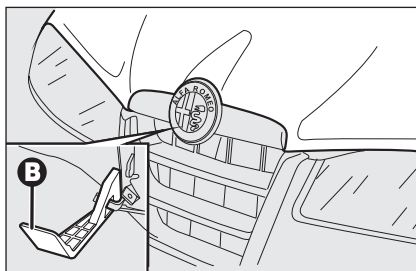

fig. 99
- ❑ premere verso l'alto la levetta **B-fig. 99** del dispositivo di sicurezza e sollevare il cofano.